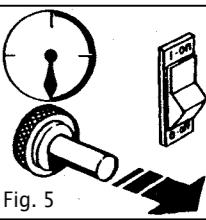

Fig. 5
- Quando o aparelho está aceso, manter o botao da valvula carregado durante 10 segundos (Fig. 5)